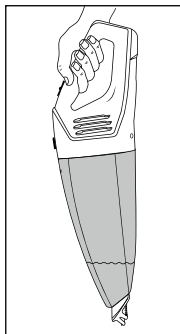

Fig. 3
- Hvis du har suget væske op, skal produktet altid bæres med vådmundstykket 1 nedad (se fig. 3):